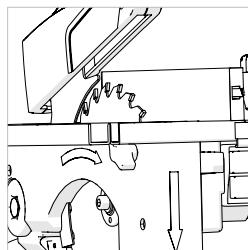

Fig. 21
- Faites glisser le guide de protection jusqu'à la lame, en soulevant le carter de protection de lame de telle façon que le plateau repose contre la lame et sous le carter de protection de la lame. (**Fig. 21**)